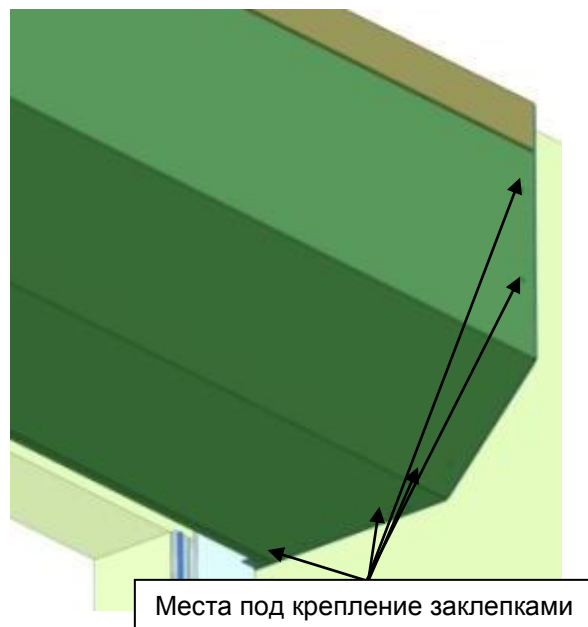

Рисунок 2.28. Засверловка отверстий в крышках и коробе
**2.3.13.** При комплектации системы коробами SB45/360 или SB45/405 необходимо сверлить совместно в нижней части крышек и в передней панели короба по пять отверстий  $\varnothing 4,2$  мм (рис.2.28). Установить заклёпки.